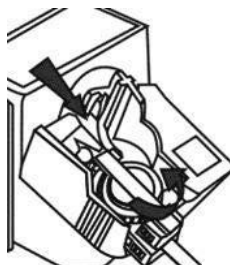

fig. 4
9. Serrez complètement la bride (fig. 4).